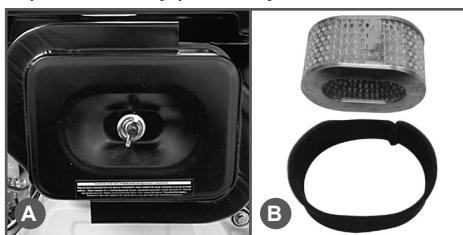

Рис. 13 Воздушный фильтр
- Открутите барабановую гайку и снимите крышку воздушного фильтра (Рис.13А).
Воздушный фильтр состоит из двух фильтрующих элементов (Рис.13В):